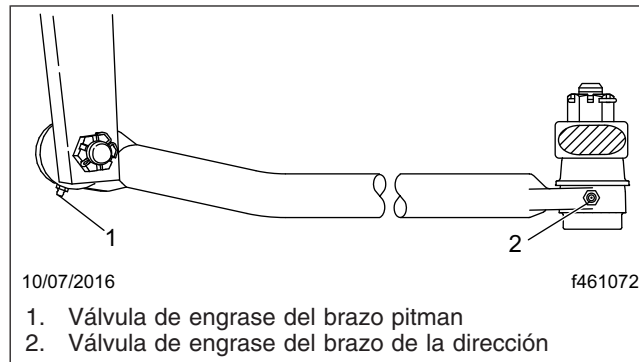

Figura 4, Eslabón de arrastre
1. Con un trapo limpio, quite toda suciedad de las dos válvulas de engrase del eslabón de arrastre: vea la Figura 4.